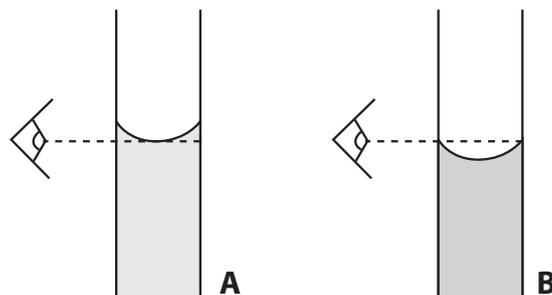

Figura 3: Acerto do menisco. A: soluções incolores; B: soluções coradas.
- Nas soluções incolores coloca-se o menisco inferior na marca de calibração enquanto que nas soluções coradas o acerto se faz na parte superior do menisco (Figura 3);